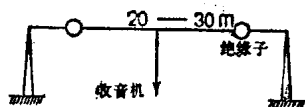

图 1-2
(2) T 型天线，如图 1-2 所示。这种天线是在一条水平导线中部引下一根馈线接至收音机，其形状似拼音字母 T 字，所以叫 T 型天线。